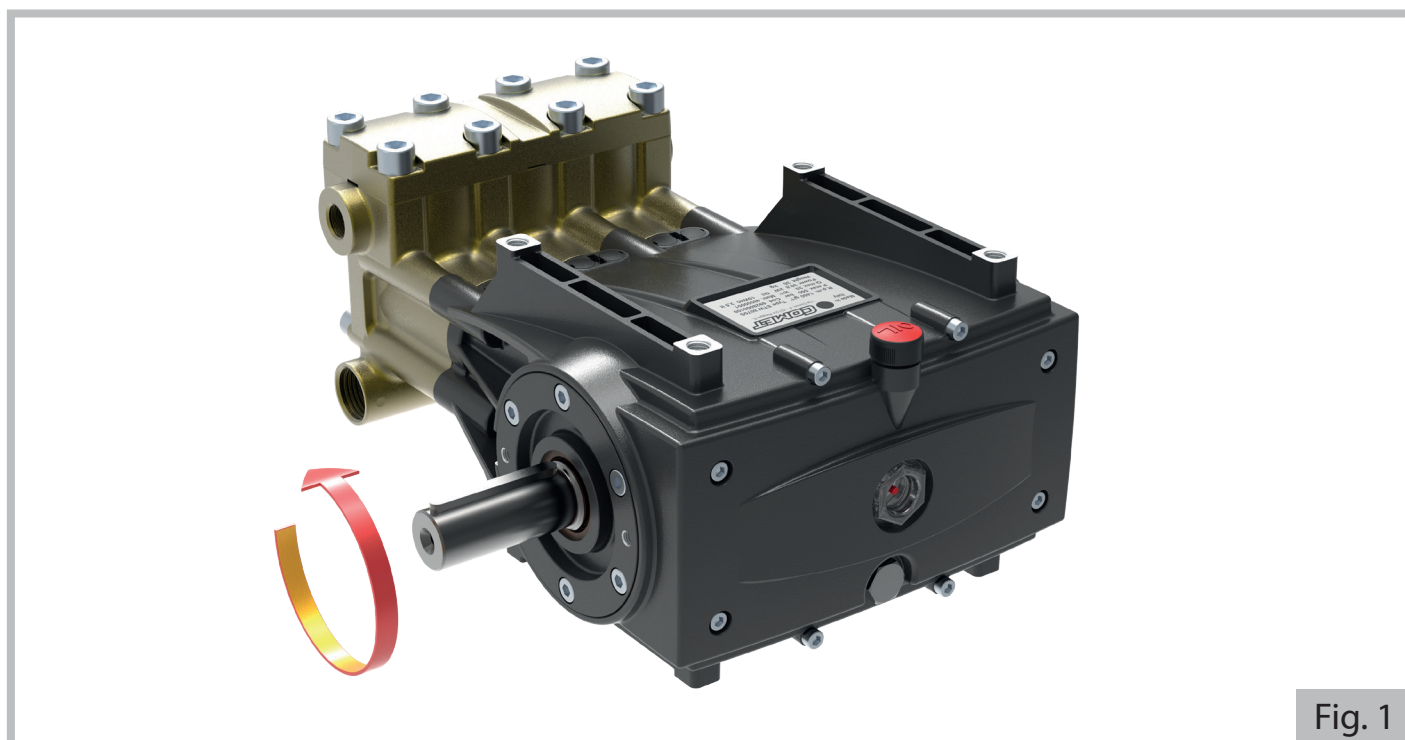

Fig. 1
- Respecter le sens de rotation exact, comme cela est indiqué sur la figure 1: